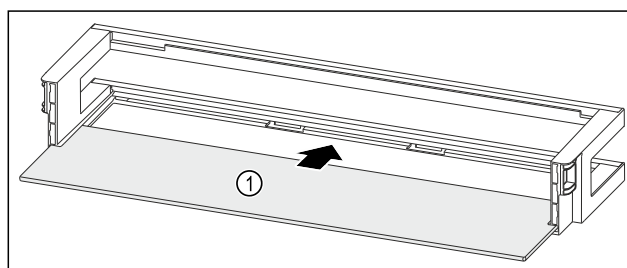

Fig. 127 Balconcino controporta con ripiano
- Inserire il ripiano Fig. 127 (1) negli incavi laterali.